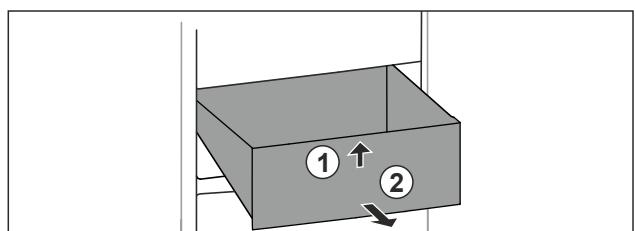

Fig. 68
- ▶ 抬起抽屉前部。Fig. 68 (1)
- ▶ 朝前取出抽屉。Fig. 68 (2)